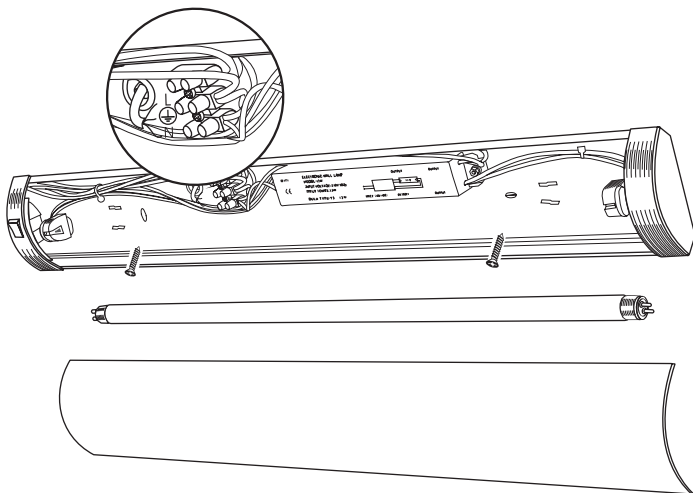

Рисунок 2
– снимите со светильника рассеиватель и люминесцентную лампу (рисунок 2);
ные провода с позициями L, N и  $\oplus$  в клеммном зажиме (рисунок 2), затяните винты клеммника;